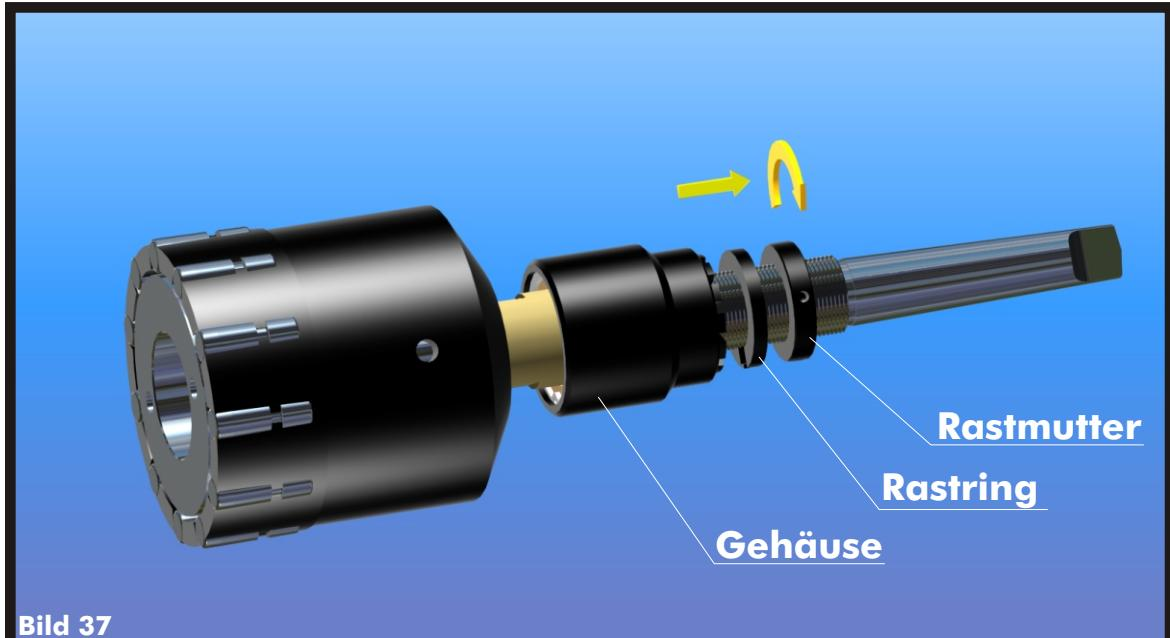

Bild 37
- > Lösen Sie die Rastmutter soweit, dass sich der Rastring aus der Raste herausheben lässt und das Gehäuse frei drehbar wird. (Bild 37)